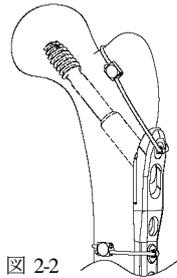

図 2-2
- 3) CHS プレート用アダプタ使用時はケーブルを骨幹部軸に対し垂直に巻き付け使用して下さい。CHS つば付きプレート用アダプタ (S) はケーブルを大転子に巻き付け使用して下さい。(図 2-2)